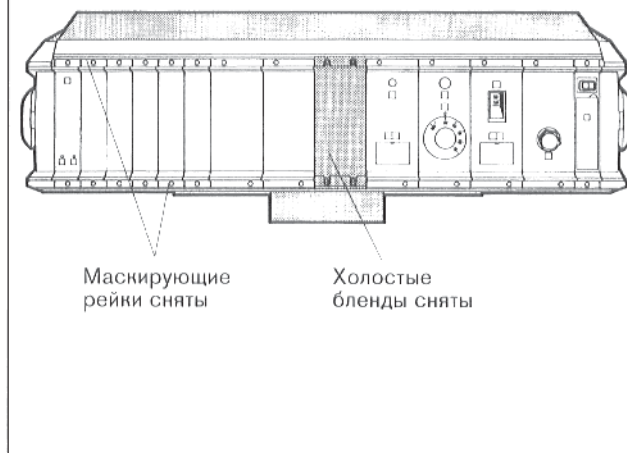

Рис. 1: лицевая сторона регулятора – схематическое изображение
- Снять маскирующие рейки (рис. 1).
- Снять две холостые бленды (рис. 1).